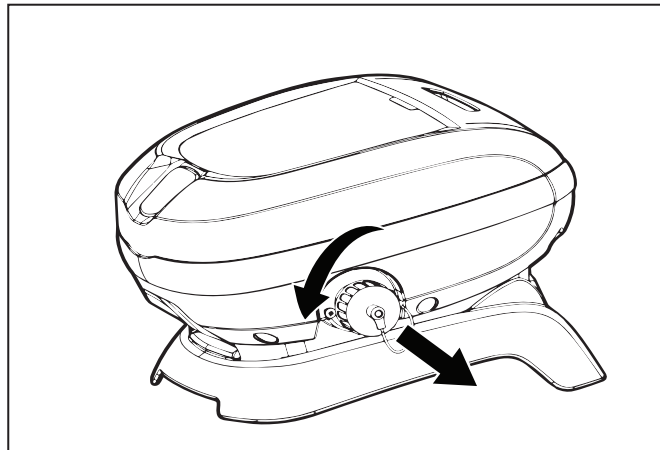

Figure 2. Retirer le couvercle protecteur
2. Dévisser le capuchon de protection pour le câble flottant situé sur le côté de l'unité de contrôle en le tournant dans le sens anti-horaire (Figure 2).